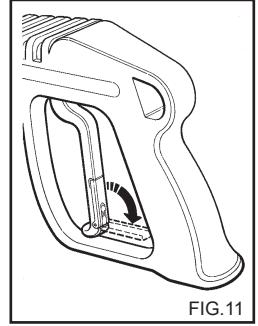

FIG.11
- Wanneer de hogedrukwaterspuit niet wordt gebruikt, de beveiliging van de handgreep sluiten.(fig.11)